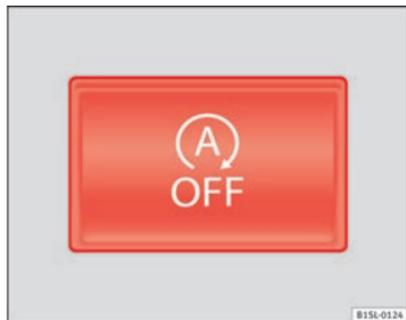

Fig. 103 Nella parte superiore della console centrale: tasto del sistema Start/Stop.
- Premere il tasto  situato nella console centrale ⇒ fig. 103.